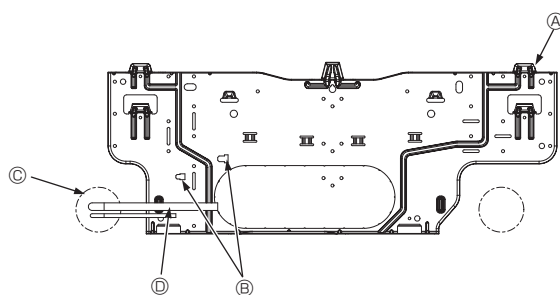

Fig. 3-5
- Ⓓ Festeskruer (4 × 25) ②
- Ⓕ Festebord ①
3.3. Ved innlegging av rør i veggen (Fig. 3-5)
- Ⓐ Festebord ①